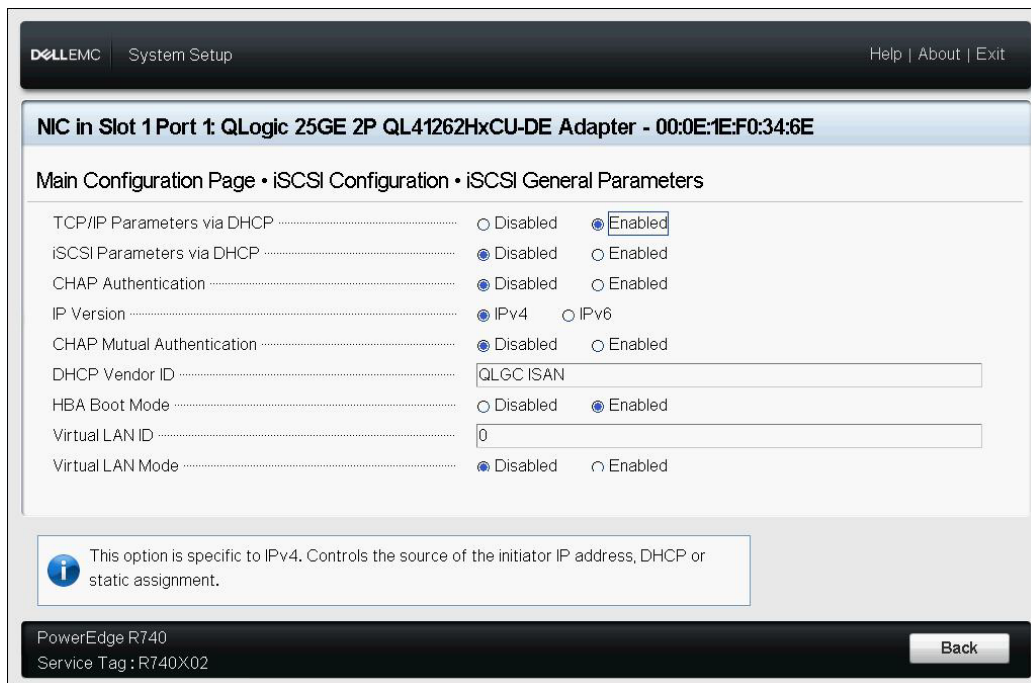

Figure 9-8. Configuration du système : paramètres généraux iSCSI
3. Sur la page des paramètres généraux iSCSI (Figure 9-8), appuyez sur les touches FLÈCHE VERS LE HAUT et FLÈCHE VERS LE BAS pour sélectionner un paramètre, puis appuyez sur la touche ENTRÉE pour sélectionner ou saisir les valeurs suivantes :
- Vous verrez **IPv6** ou **IPv4** (par défaut) en fonction de la version IP définie sur la page des paramètres généraux iSCSI (Figure 9-8 à la page 129).